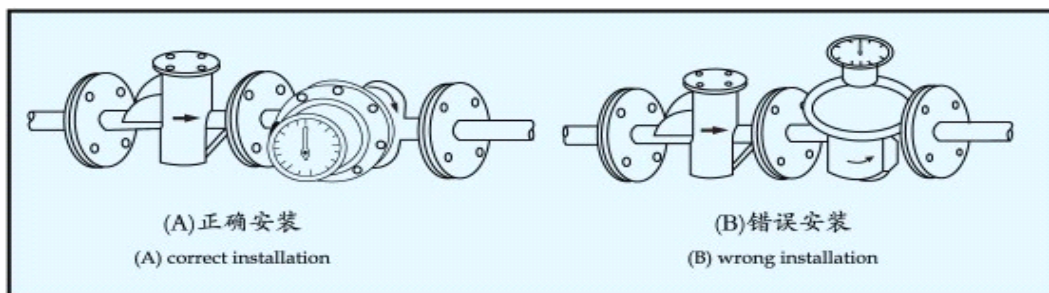

图 4 安装姿势 Picture 4 Installation position
1. 仪表安装的方向应使仪表壳体上所示箭头方向与液体流动方向一致，安装位置应注意便于读数(见图 4)。